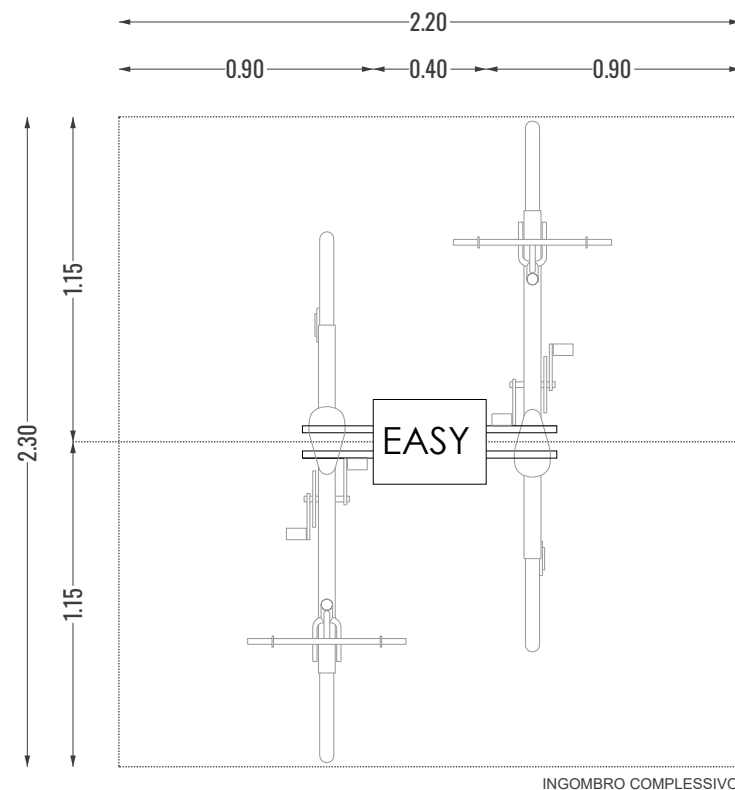

Fig. 9
- degli ingombri massimi del prodotto (vedi Fig. 9);